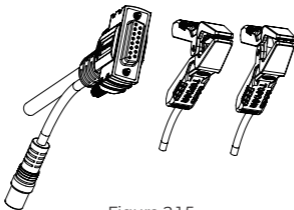

Figura 2.1.5
10. Cable de Prueba de Batería con Conector Hembra DB15 y Abrazaderas de Batería. (Ver la Figura 2.1.5)